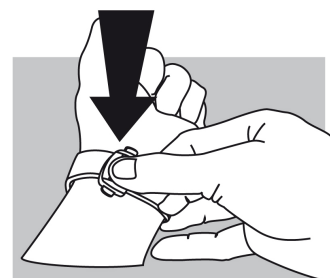

fig. 2
**Chiusura (fig. 2):** allacciare al polso l'orologio OMEGA e richiudere la fibbia premendo con il pollice. Attenzione a premere bene fin quando si sente un "clac" (fig. 2).